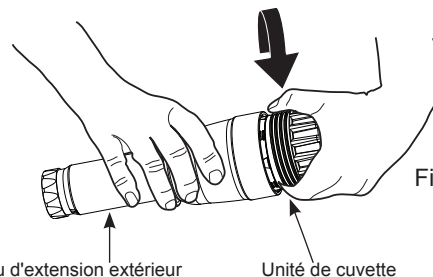

Figure 4
4. Dévissez le tuyau d'extension extérieur de l'unité de la cuvette (Voir la Figure 4).